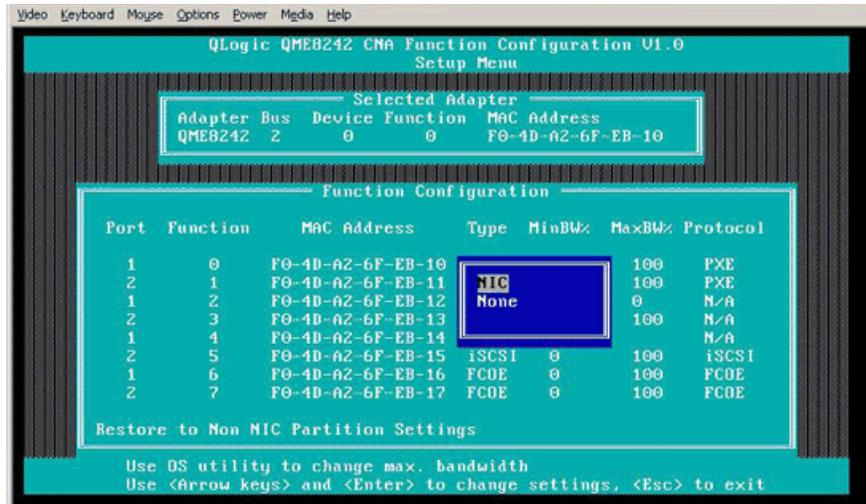
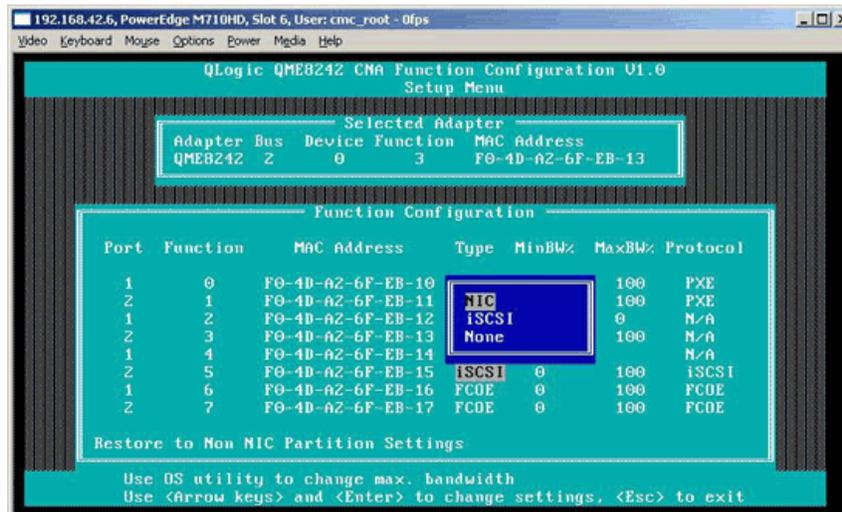

Figure 4-11. Sélection du type de fonction NIC à modifier
Figure 4-12. Sélection du type de fonction FCOE à modifier
- Déplacez le curseur vers la colonne **Type** pour tout type de fonction que vous souhaitez modifier (voir Figure 4-11 et Figure 4-12).